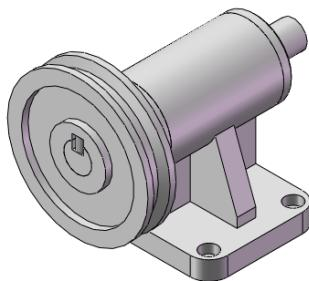
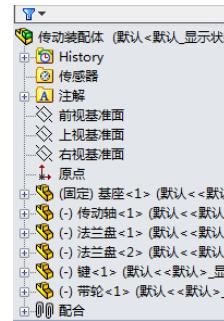

图 7-143 完整的装配体
图 7-144 装配体的“FeatureManager 设计树”
**05** 设置视图方向。单击“标准视图”工具栏中的“等轴测”图标 ，将视图以等轴测方向显示，结果如图 7-143 所示。装配体装配完毕，装配体的“FeatureManager 设计树”如图 7-144 所示，配合关系如图 7-145 所示。